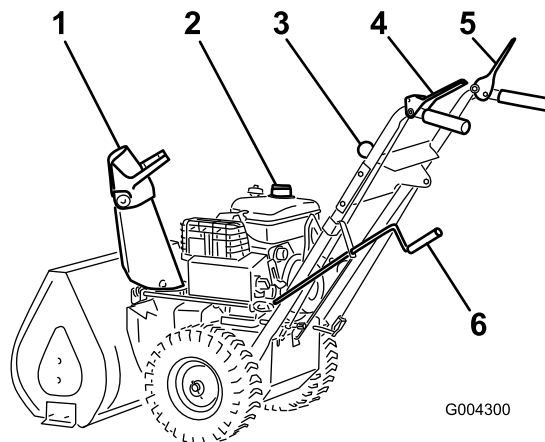

Figure 13
3. Relâchez la manette de commande de fraise/turbine et la manette de déplacement (Figure 13).
11. Sélectionnez la première (Figure 13), serrez la manette de commande de déplacement contre la poignée, puis relâchez-la. Si la déneigeuse se met à avancer avant que vous ayez engagé la manette de commande ou après que vous l'ayez relâchée, reportez-vous à la rubrique Réglage de la courroie de transmission aux roues.